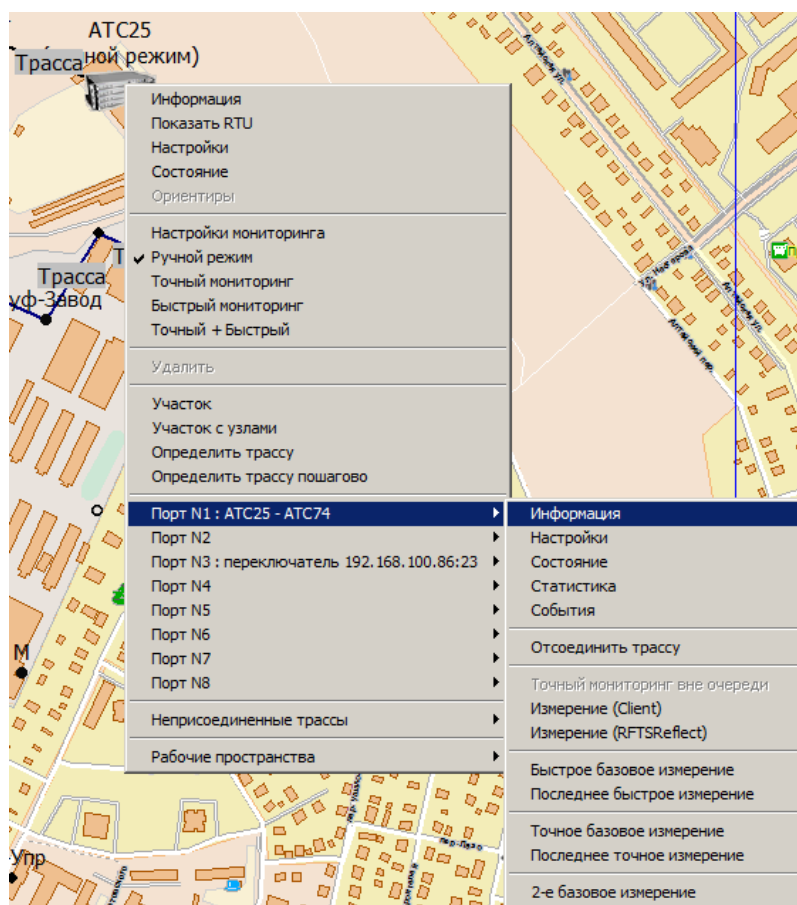

Рис. 7-1
После того, как трасса присоединена к определенному порту RTU, контекстное подменю порта (**Error! Reference source not found.**) меняет свой вид (см. пример на Рис. 7-1) и будет содержать информацию о присоединенной к порту трассе.
- 4) из подменю порта, к которому присоединена трасса, выбрать пункт «Отсоединить трассу» (Рис. 7-1);
- 5) выбрать подменю **«Неприсоединенные трассы»**, а затем выбрать подменю трассы (Рис. 7-1);
- выбрать подменю трассы; оно будет иметь вид, показанный на Рис. 7-1, если трасса присоединена, либо вид, показанный на Рис. 7-2, если трасса не присоединена;
- из подменю порта (Рис. 7-1), к которому присоединена трасса, выбрать пункт «Измерение (Client)».